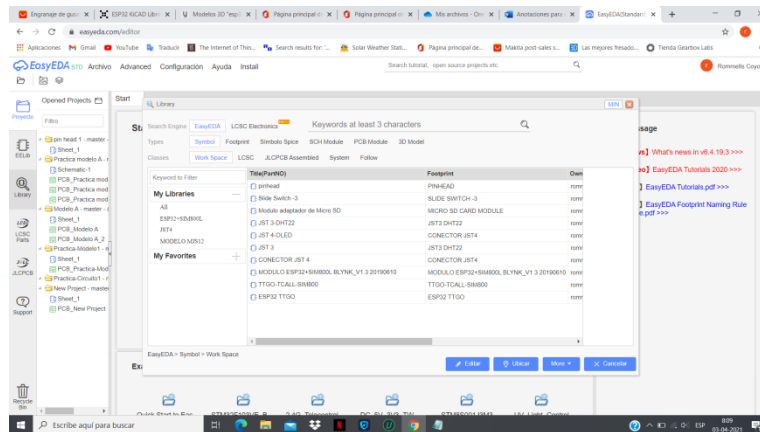

Ilustración 2
1) Por medio de las librerías propias que uno puede crear, como se muestra en la ilustración 2: